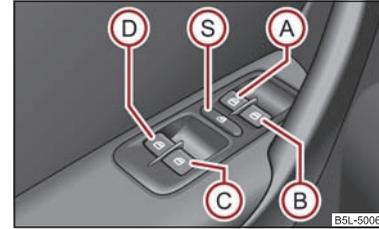

Fig. 32 Tasti sulla porta lato guida
I tasti dei singoli finestrini sono disposti nel bracciolo della porta lato guida ⇒ fig. 32, in quello sul lato passeggero e nelle porte posteriori ⇒ pag. 44.
Premendo l'interruttore di sicurezza Ⓢ ⇒ pag. 43, fig. 32 è possibile disattivare gli alzacristalli delle porte posteriori. Premendo nuovamente l'interruttore di sicurezza Ⓢ è possibile riattivare i tasti degli alzacristalli delle porte posteriori.
- Se si trasportano bambini nei sedili posteriori, si raccomanda di mettere fuori servizio gli alzacristalli elettrici delle porte posteriori (interruttore di sicurezza) Ⓢ ⇒ pag. 43, fig. 32.